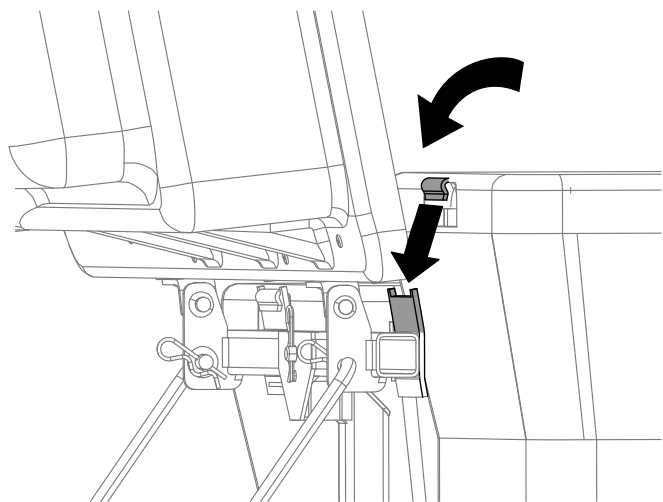

Figura 16
4. Podignite poklopac sakupljača i postavite vreće tako što ćete zakačiti kuke rama za vreće na nosače za kuke (Figura 16).